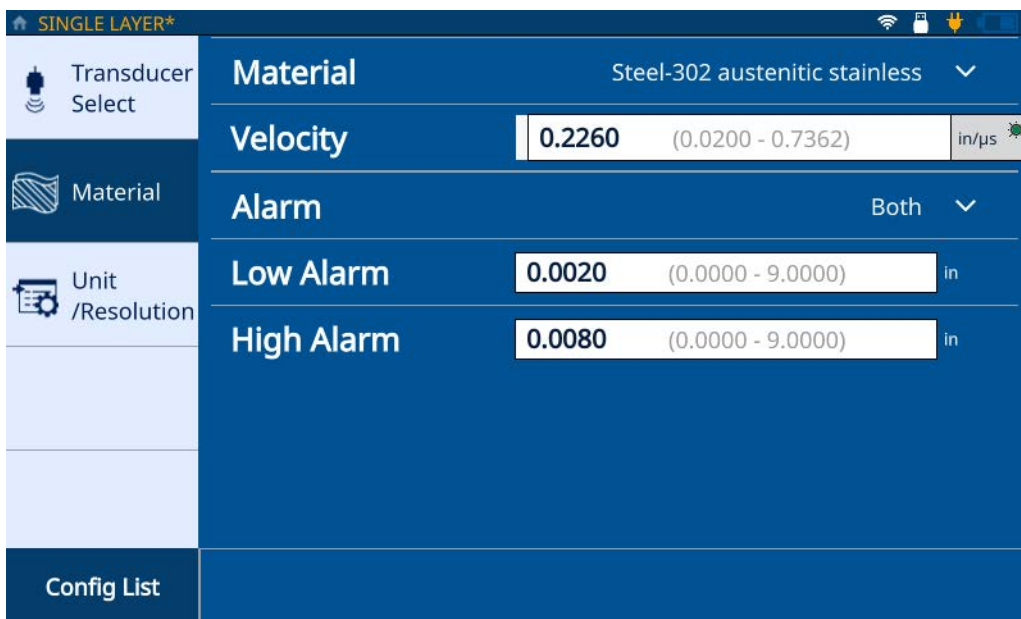

Figura 2-3 Guia de material da camada única
8. Clique na guia **Material** (consulte Figura 2-3 na página 15) e selecione o material na lista suspensa. O medidor atualiza automaticamente a velocidade com base no material selecionado.